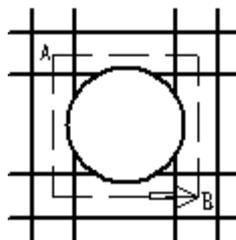

图4.2-11
例：选取图 4.2-11 中的圆及与圆相交的线为组中图素。操作步骤如下：
- ① 单击 **增** 图标；
- ② 单击图标 **+**；
- ③ 将光标移至 A 点，按住鼠标左键，拖动光标到 B 点，松开鼠标左键。则图 4.2-11 中的圆及与圆相交的线同时闪亮，表明该图素被选中。
下面通过图 4.2-11 所示图形，说明用不同的选择方式构造图组的结果。各种方式所用的选择框大小相同（如图 4.2-11 中的虚线所示）。选择结果见表 4.2-1。